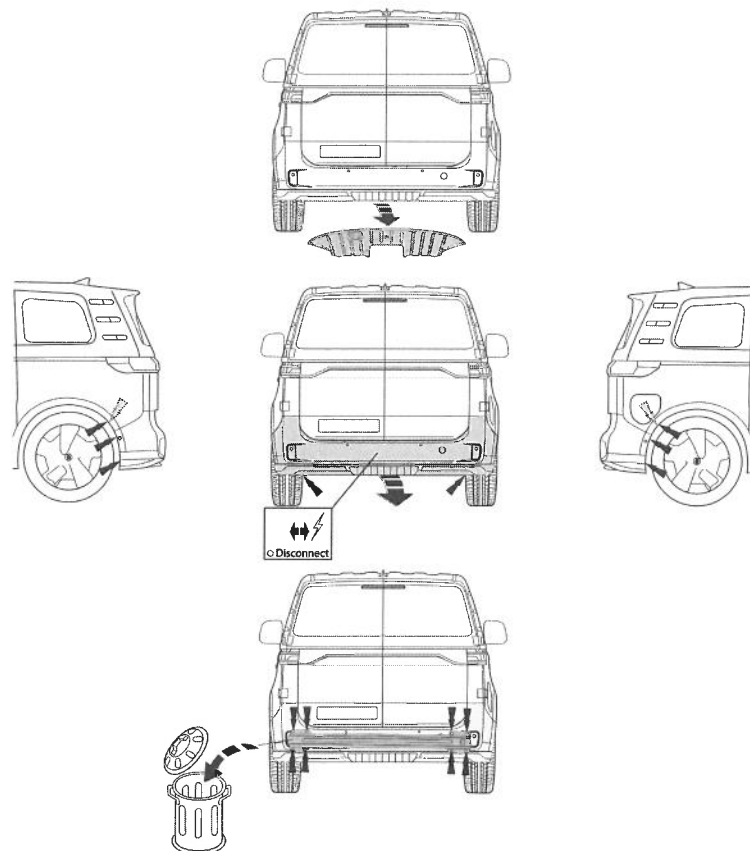

Fig. 1
1. Снять пластмассовые защитные колпаки. Снять бампер вместе со буферным брусом автомобиля. Буферный брус больше не понадобится. См. рисунок 1.
7. Герметизировать обозначенные части (см. рис. 1)